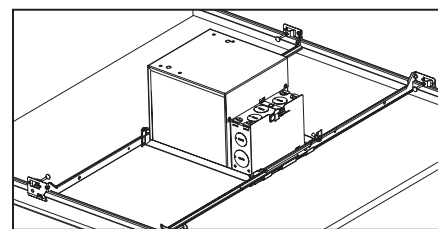
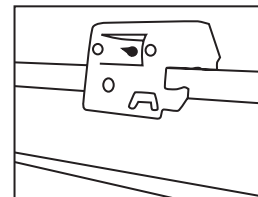

Figura 6
Figura 7
Paso 3. Ponga el accesorio en su posición y presione la barra colgante con la muesca para Barras-T integrada en las Barras-T (Figura 6). Se proporcionan agujeros adicionales para asegurar con alambre o con tornillos si se desea (Figura 7).